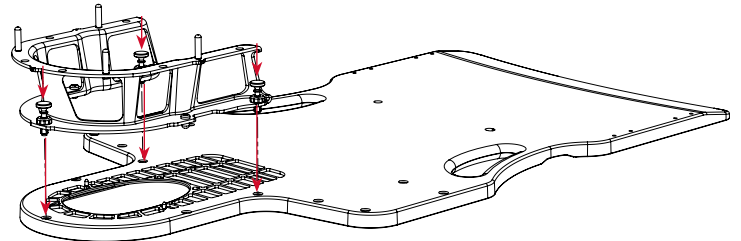

Abb. 1
1. Platzieren Sie den SRS-Adapter auf einer S-Rahmen-kompatiblen Vorrichtung, wie in Abb. 1 gezeigt, und richten Sie die Bohrungen im SRS-Adapter an den Bohrungen der S-Rahmen-kompatiblen Vorrichtung aus (Abb. 1).
2. Die Positionen für die Fixierung entnehmen Sie Abb. 1 – 2 Positionen an der Basis und 1 Positionen an der Oberseite des Kopfes.